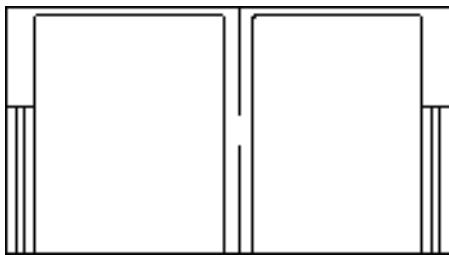

图 12-17 修剪线段
4) 调用“TR”(修剪)命令, 修剪线段如图 12-17 所示。